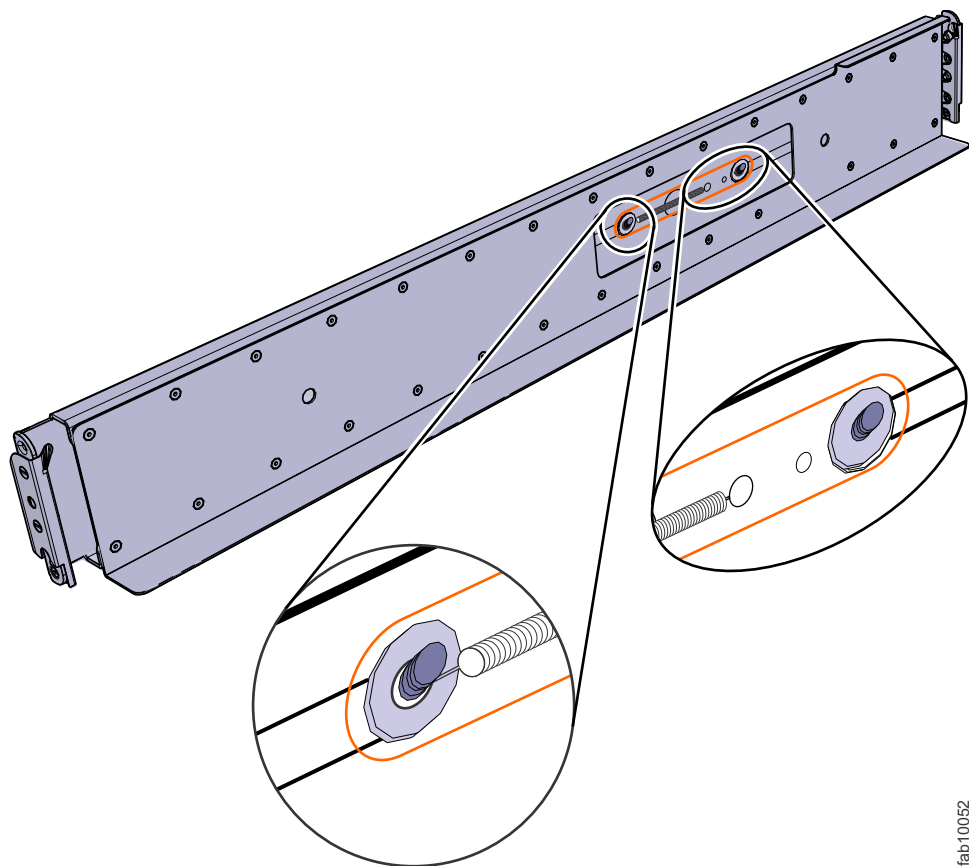

図 36. レール・スプリングの取り付け
- b. スプリングの一方のループ端をレールの内側の片方のスタッドに押し込みます。(37 ページの図 36 を参照)。